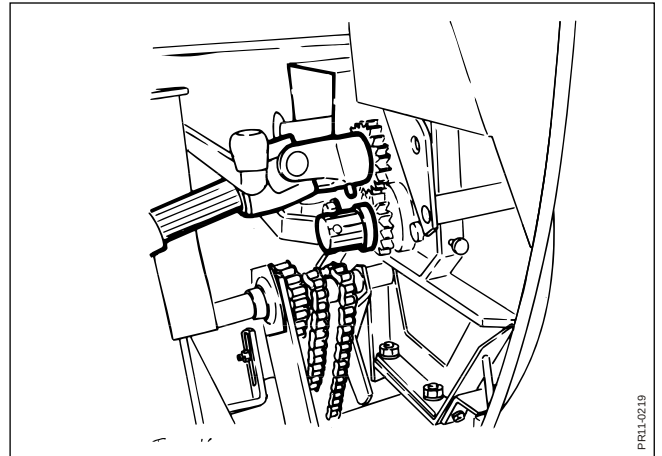

Fig. 4-10
- Fig. 4-10** 3. Transmisión de fuerza del rotor se coloca en el pivote del sentido de giro contrario del rotor